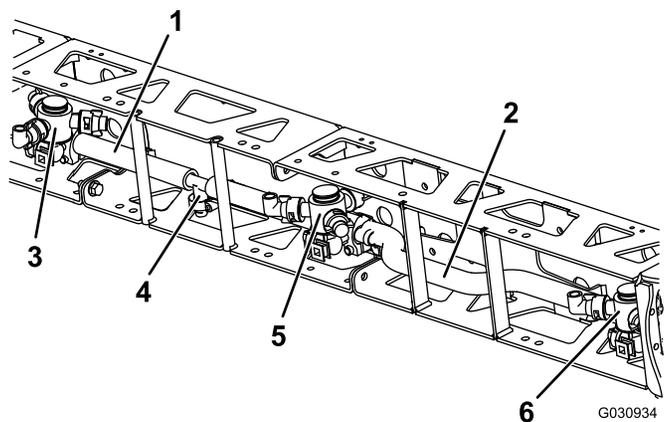

图13
- 将右喷洒臂软管安装到中央喷洒臂延长组件的双转动架体上以及右侧的单转动架体上（图13）。
- 安装您之前拆下的三通接头和 2 个剩余软管（23cm（9-1/8 英寸）），如图13所示。